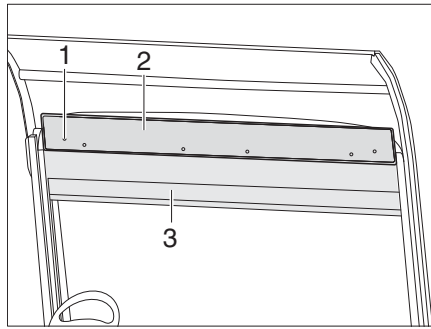
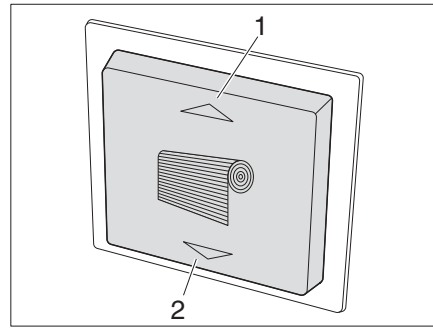

Bild 76 Elektrisk rullgardin för framrutan
Bild 77 Reglage för rullgardin
Stänga: ■ Tryck ner knapp (Bild 77/2). Rullgardinen (Bild 76/3) dras ner.
Öppna: ■ Tryck ner knapp (Bild 77/1). Rullgardinen (Bild 76/3) dras upp.
- Skruva bort 6 skruvar (Bild 76/1) på rullgardinskassetten och ta av panelen (Bild 76/2).
- Häng in veven i en av de båda motorerna och dra upp resp. ner rullgardinen (Bild 76/3).